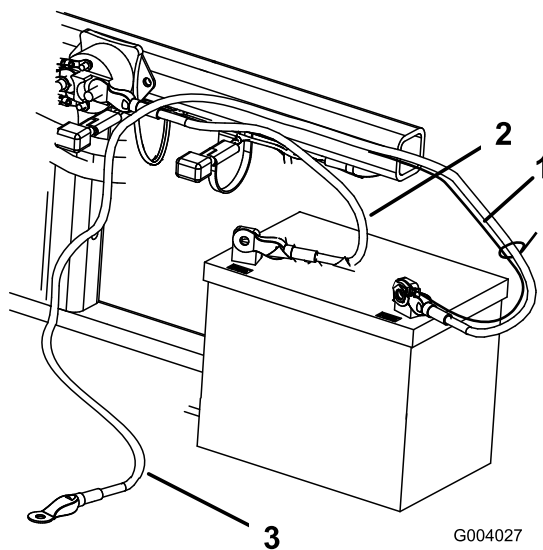

Figura 5
2. Fixe o cabo positivo (vermelho) ao terminal positivo (+) com um parafuso ($\frac{1}{4}$ pol. x $\frac{5}{8}$ pol.) e uma porca de bloqueio (Figura 5).
3. Fixe o pequeno cabo preto e o cabo negativo (preto) ao terminal negativo (-) da bateria com um parafuso ($\frac{1}{4}$ pol. x $\frac{5}{8}$ pol.) e uma porca de bloqueio ($\frac{1}{4}$ pol.) (Figura 5).